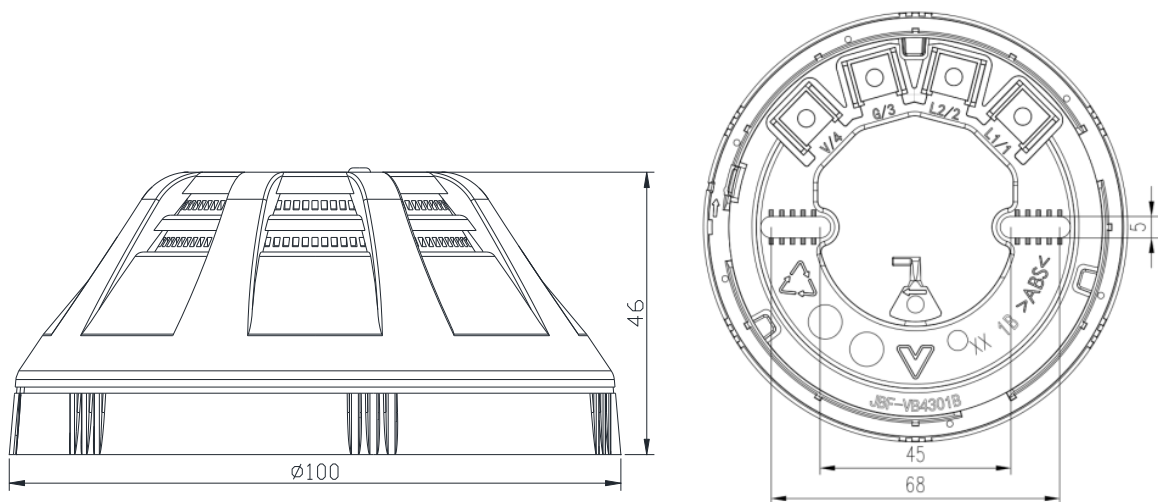

图 1 外形及安装尺寸图
- 布线施工后，将底座固定在墙上，安装孔距为 45~68mm，外形及安装尺寸如图 1 所示。